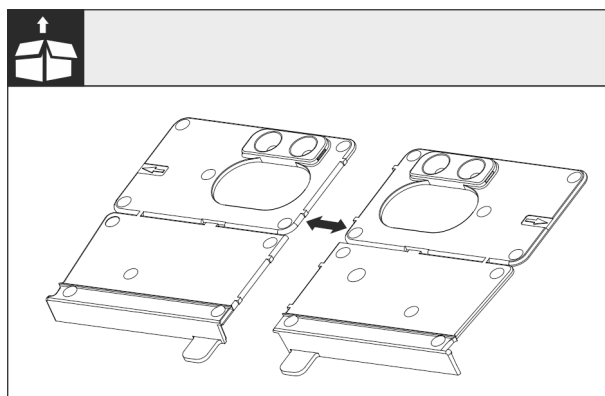

Fig. 27
► Разделете по перфорацията монтажните винкели на пода Fig. 27 0.